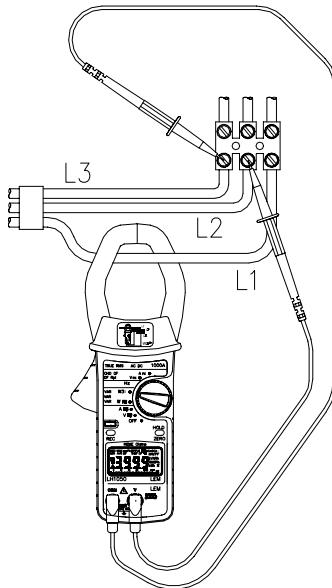

Fig. 5
- Pulsar el gatillo para abrir las mordazas e insertarlas alrededor del conductor de corriente fase L1, tal como se muestra en la Fig. 5